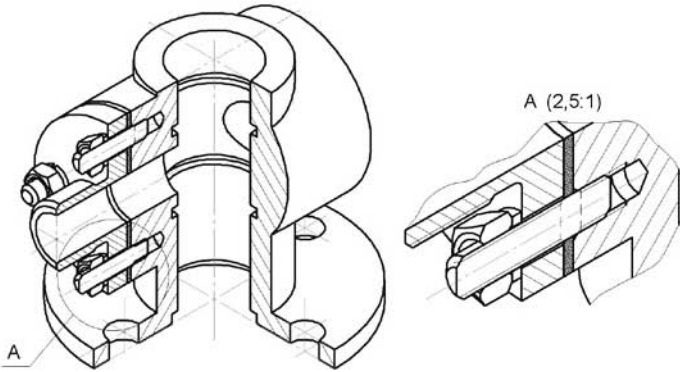

Рис. 3.16. Аксонометрия с выносным элементом соединения шпилечного
13. После выполнения операции **Массив** по концентрической сетке создайте модель соединения с четырьмя шпильками. На рис. 3.16 показан фрагмент чертежа, включающего аксонометрию сборки с вырезом, а также выносной элемент. Шпильки и гайки показаны без упрощений.